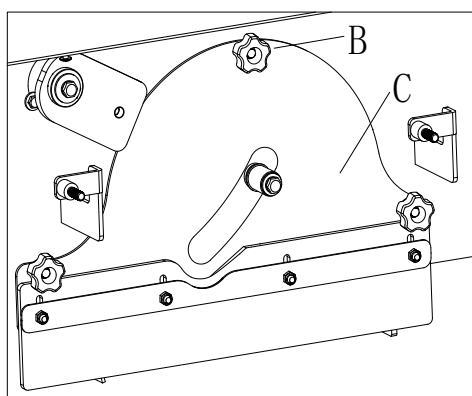

Figura 25
11. Instalați capacul compartimentului pentru peri (C, Figura 25) prin strângerea butoanelor-șurub (B, Figura 25).